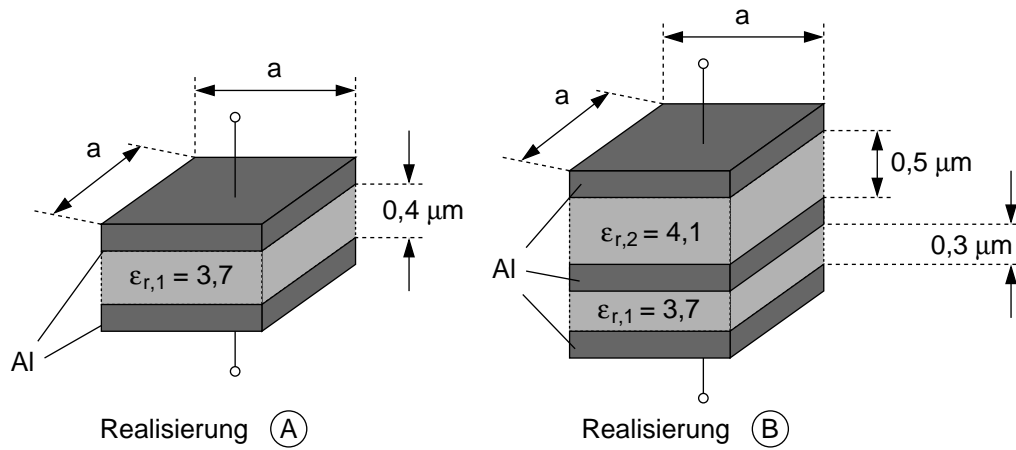

Abb. 1.2: Zwei Realisierungsmöglichkeiten für die Kapazität C_p .
- c) Die Kapazität C_p soll als MIM (Metall-Isolator-Metall)-Kapazität realisiert werden. Dazu stehen die beiden in Abb. 1.2 dargestellten Möglichkeiten zur Verfügung. Wählen Sie, wenn möglich, für beide Realisierungen die Kantenlänge a des Kondensators so, dass er die berechnete Kapazität C_p aufweist und gleichzeitig eine Kantenlänge $a < 100 \text{ } \mu\text{m}$ besitzt. Begründen Sie ggf., warum es nicht möglich ist!